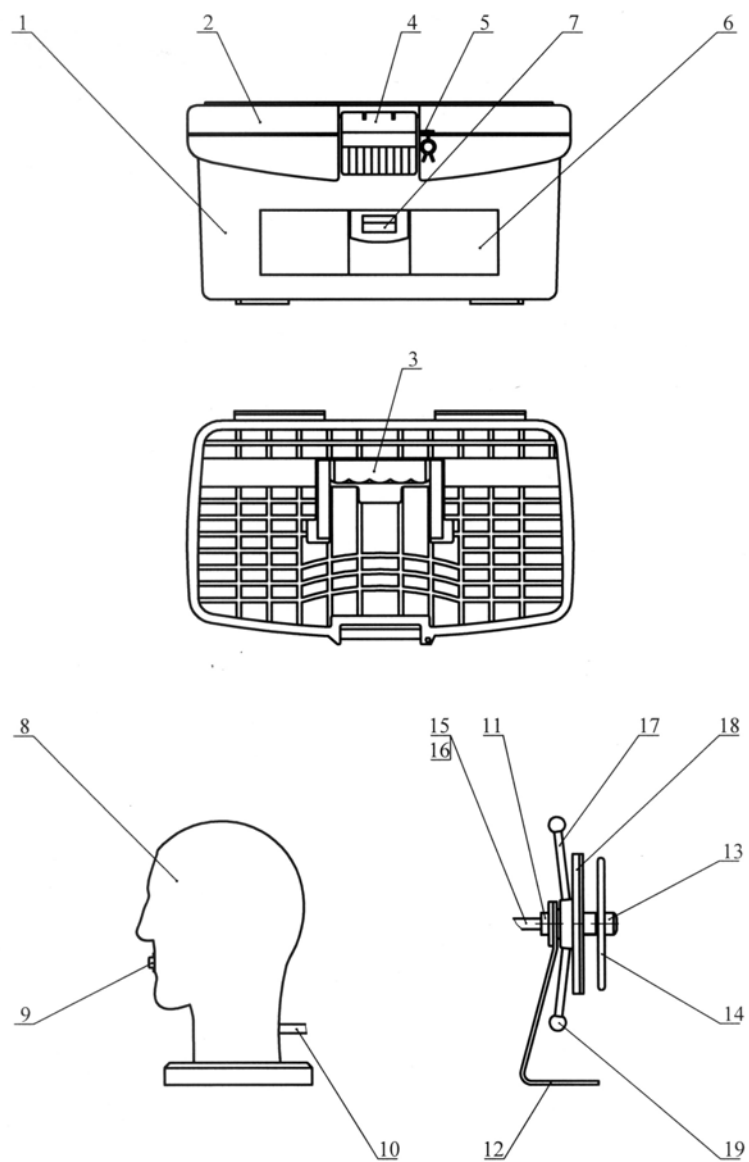

Рис.1 Система контроля дыхательных аппаратов СКАД-1
Система (рис. 1) состоит из переносного пластикового противоударного корпуса 1 с крышкой 2, ручки для переноса 3, замка крышки 4, проушины для транспортной пломбы 5, отсека для переходников 6 и кнопки - фиксатора 7.
2.2.3 Для установки лицевой части на проверочный диск необходимо вращением маховика 17 (левая резьба) (рис. 1) отвести прижимной диск 18 от лицевого диска 14. На диск 14 надеть лицевую часть, перекинув предварительно оголовье на лицевую сторону. Вращением маховика прижать прижимной диск к лицевому, придерживая ремни лицевой части.